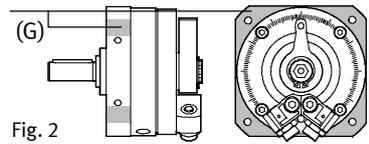

Fig. 2
Mit den grauen Stellen (G) (Fig. 2) sind die Bereiche gekennzeichnet, in denen am DSM zusätzliche Bohrungen angebracht werden können (z. B. zur Aufnahme von Zentrierstiften).